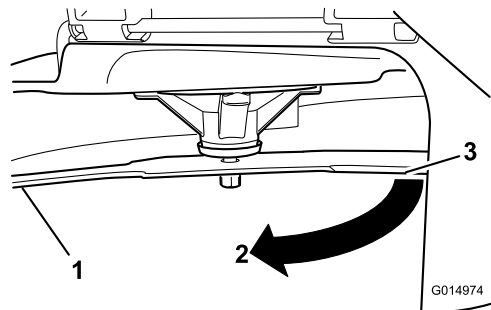

Figura 63
4. Rode a mesma lâmina 180 graus para que a extremidade de corte oposta fique na mesma posição (Figura 63).